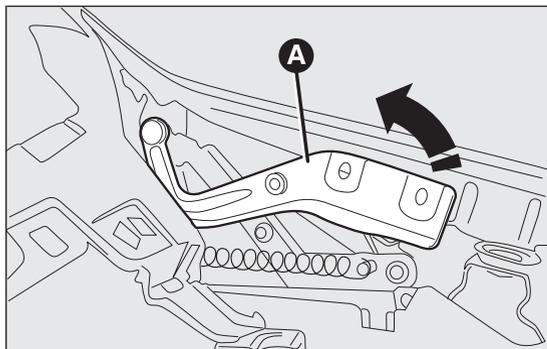

fig. 85
- levantar la varilla de soporte del capó del motor A fig. 85 y acompañarla hasta oír un chasquido que indica que está fijada;